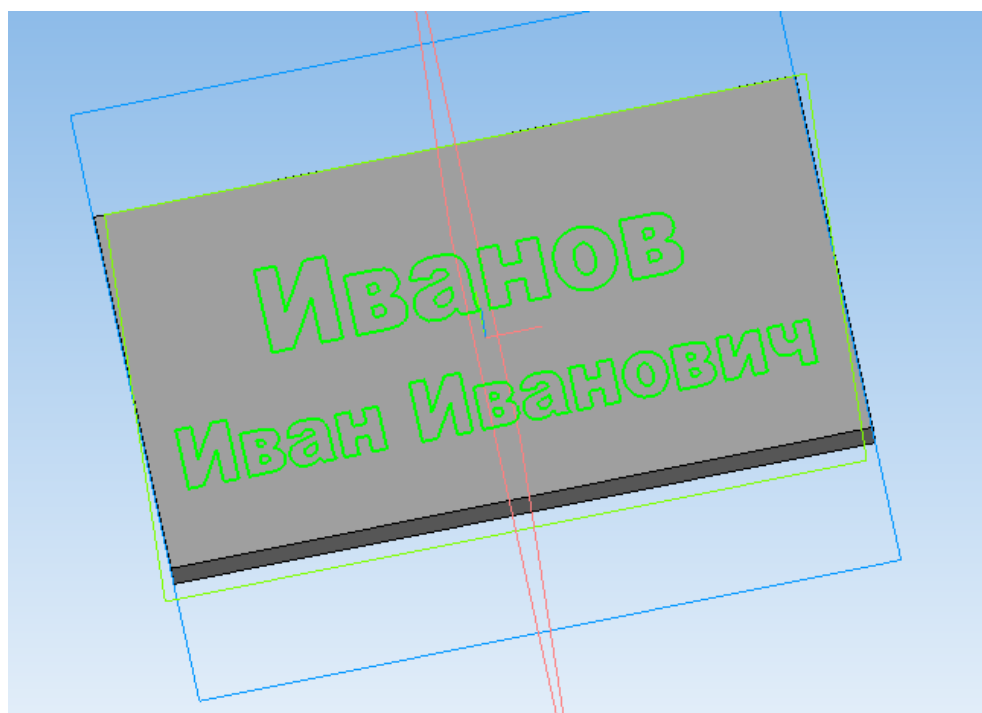

Рис. 11
7. Теперь можно выйти из режима эскиза и увидеть, что Компас автоматически выделил контуры букв в созданной надписи и превратил ее в эскиз (рис. 11).